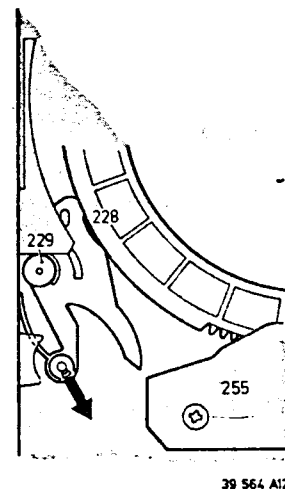

Fig. 3-1-9
- Klapphebel nach Entriegeln leicht aufheben, danach nach rechts drehen und herausheben. Abb. 3-1-9